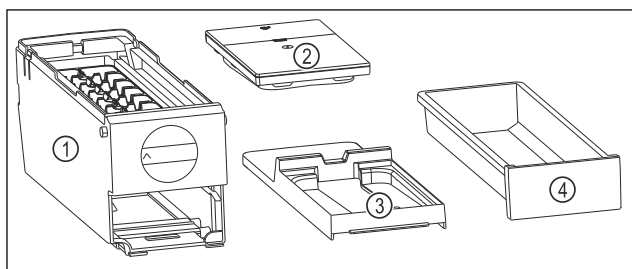

Fig. 93 Sastavni dijelovi sustava EasyTwist-Ice
- ▷ EasyTwist-Ice je rastavljen u četiri dijela. (pogledajte Fig. 93)
- Sustav EasyTwist-Ice rastavite samo u dijelove prikazane slikom. (pogledajte Fig. 93)
- Tijelo sustava EasyTwist-Ice Fig. 93 (1) čistite kao cjelinu.